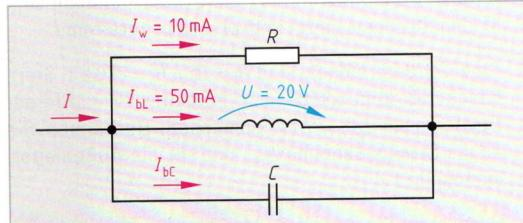

Bild 3: RLC-Parallelschaltung
4. Wie lautet die Gleichung für die Berechnung der Blindleistung Q_c von C der Schaltung **Bild 3** in Abhängigkeit von der Spannung U und der Stromstärke I , des Wirkstromes I_w und des Blindstromes I_{bl} ?